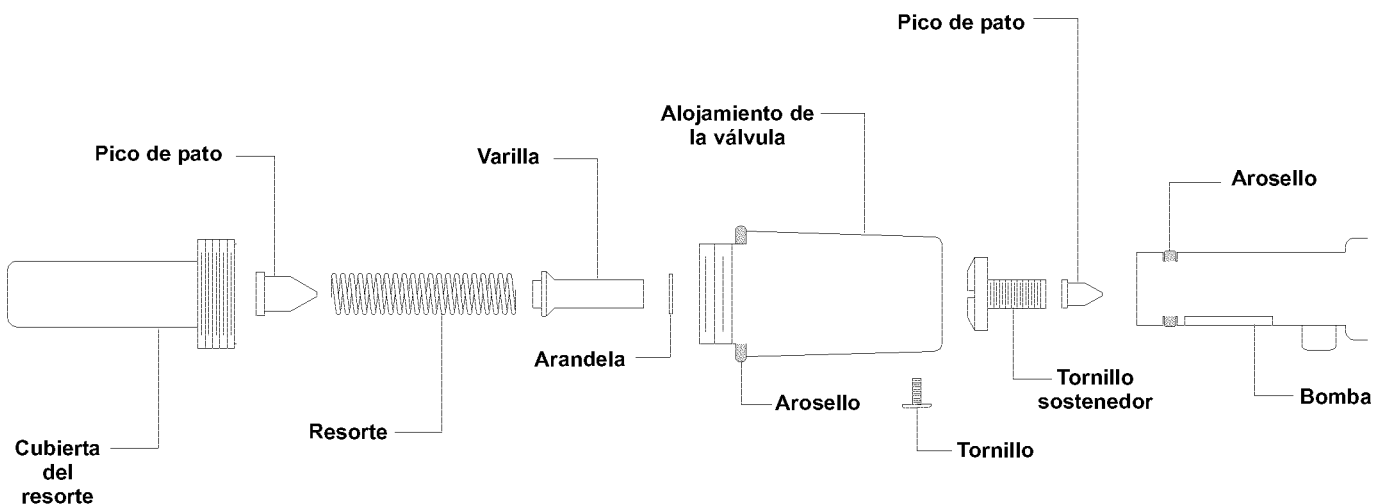

Figura 1
3. Si el cuajo del jabón dentro de la válvula no se disuelve y la válvula no funciona, limpie minuciosamente los componentes internos de la válvula para jabón. Siga los pasos que se indican a continuación y consulte la Figura 1 cuando desarme y vuelva a armar la válvula para jabón.